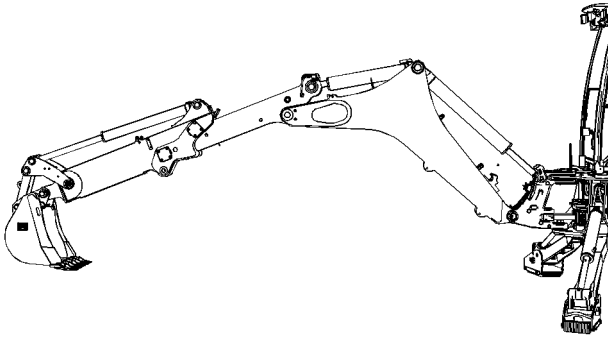

Ilustración 255
1. Sitúe la máquina. Refiérase a la Ilustración 255.